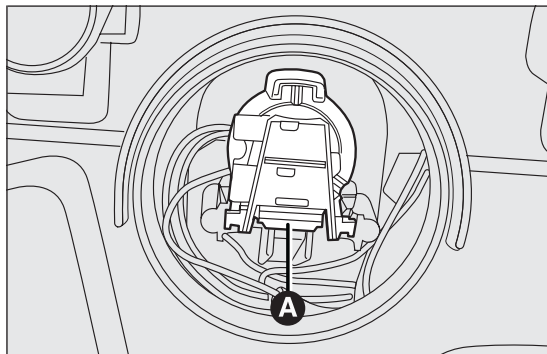

РИС. 113
- нажать на блокировочное устройство А РИС. 113 и извлечь патрон лампы;